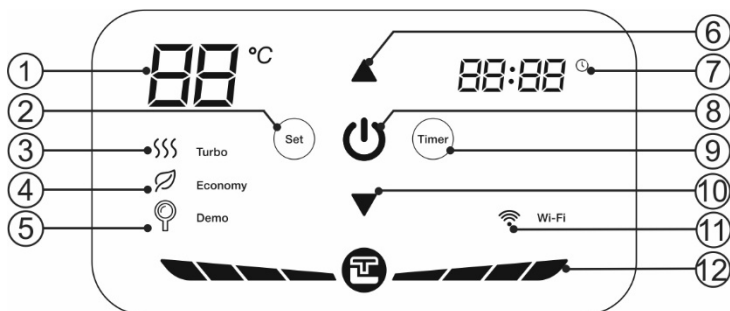

Рисунок 3. Панель управления
Рисунок 3: 1 – указатель температуры, 2 – кнопка «Set», 3 – индикатор «Turbo», 4 – индикатор «Economy», 5 – индикатор «Demo», 6 – кнопка «▲», 7 – указатель времени, 8 - кнопка «I/O», 9 – кнопка «Timer», 10 – кнопка «▼», 11 – индикатор «Wi-Fi» (опционно для моделей Wi-Fi), 12 – индикатор нагрева.
Включение/выключение ЭВН осуществляется кнопкой «I/O» на панели управления (Рис. 3, п.8), при этом на светодиодный индикатор показывает заданную температуру нагрева. Режим «Turbo» включается автоматически, при этом максимальная мощность составляет 2000 Вт. В процессе эксплуатации ЭВН потребитель может выбирать температуру нагрева при помощи двух клавиш «▲» «▼» (Рис. 3, п.6 и п.10). При кратковременно нажатии клавиш значение температуры будет изменяться на 1 градус в секунду, при долговременном нажатии – на 5 градусов в секунду. Диапазон регулировки температуры составляет от 30С до 75С, а температура по умолчанию составляет 75С. Нажмите кнопку «Set», чтобы переключить ЭВН в экономичный режим «Economy». При переходе в экономичный режим включается индикатор экономичного режима, и температура будет заблокирована на значении 55С при мощности нагрева 1300 Вт. В экономичном режиме температуру нельзя регулировать вручную. Нажмите кнопку «Set» снова, чтобы выйти из экономичного режима.
1. Установка времени включения. Указатель времени (Рис. 3, п.7) должен светиться. Нажмите кнопку «Set», установите значение ЧАСЫ с помощью кнопок «▲»
«▼» (Рис. 3, п.6 и п.10). Кратковременное нажатие изменяет значение +1/-1, длительное нажатие - +5 /-5. Диапазон значения ЧАСЫ: 0-23. Повторно нажмите «Set», установите значение минуты таким же способом.
2. Установка времени выключения. После установки времени включения нажмите кнопку «Set», иконка должна мигать. Нажмите кнопку «Set», установить значение ЧАСЫ с помощью кнопок «▲» «▼» (Рис. 3, п.6 и п.10). Кратковременное нажатие изменяет значение +1/-1, длительное нажатие - +5 /-5. Диапазон значения ЧАСЫ: 0-23. Повторно нажмите «Set», установите значение минуты таким же способом.
3. При установке значения ЧАСЫ таймер отключится, если кнопок «▲» «▼» (Рис. 3, п.6 и п.10) не касаться более 5 секунд.